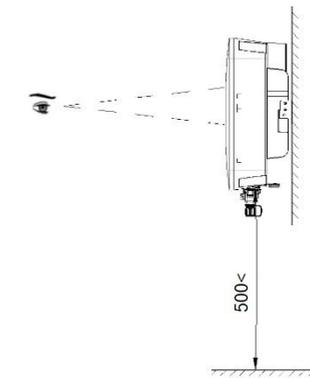

Рис. 4.3 Зона с оптимальной высотой установки
(2) Вокруг места установки должно быть достаточно свободного пространства для облегчения разборки и сборки инвертора и конвекции воздуха. Как показано на рис. 4.3.